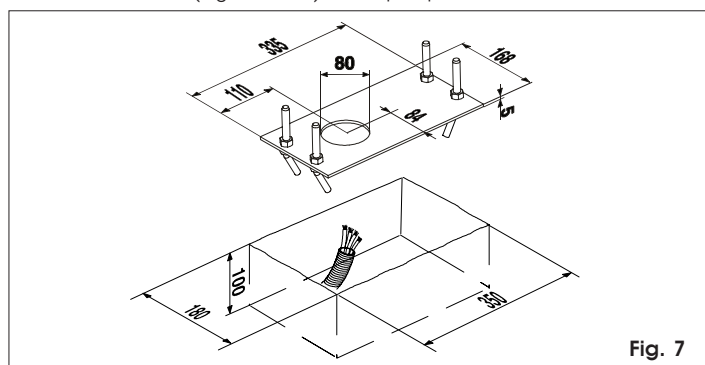

Fig. 7
3) Réaliser une base de fondation d'après la Fig.7 et sceller la plaque de fondation en prévoyant une ou plusieurs gaines pour le passage des câbles électriques. Vérifier l'horizontalité parfaite de la plaque avec un niveau à bulle. Attendre que le béton prenne.